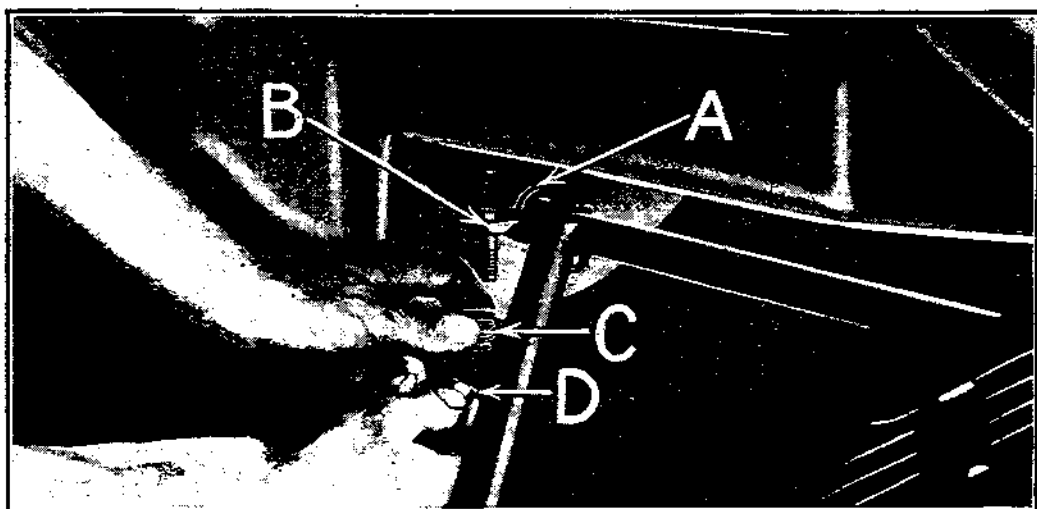

Fig. 88
b) Passer la rotule du triangle dans le support. (Voir A, fig. 88.)